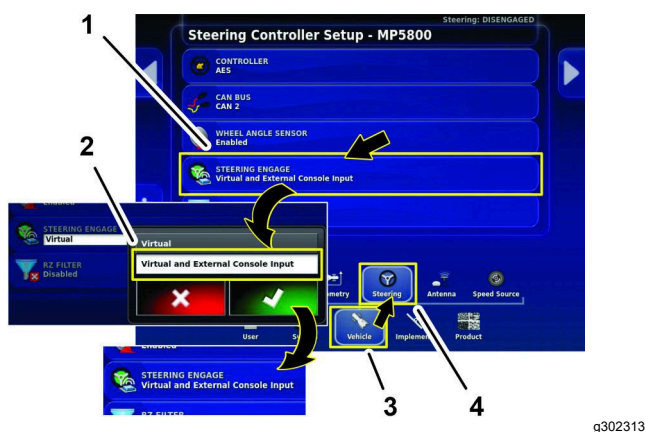

Figura 160
- Pulse el icono VEHÍCULO y pulse el icono DIRECCIÓN (Figura 160).
- Pulse el icono ACTIVAR DIRECCIÓN (Figura 160).
- En el cuadro de diálogo, pulse el icono ENTRADA VIRTUAL Y EXTERNA DE LA CONSOLA, y pulse el icono de confirmación (Figura 160).